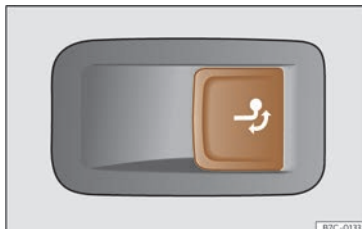

Fig. 188 A la part dreta del maleter: tecla per desbloquejar el ganxo de remolc.
- Estireu la tecla »» » **fig. 188** breument. El ganxo de remolc es desbloqueja elèctricament i es gira automàticament cap a fora. L'indicador de control de la tecla fa pampallugues.
- Estireu la tecla »» » **fig. 188** breument. El ganxo de remolc es desbloqueja elèctricament.
- Si l'indicador de control de la tecla »» » **fig. 188** → fa pampallugues, significa que el ganxo de remolc encara no s'ha encastat correctament o que està malmès »» » ⚠.
- Si l'indicador de control »» » **fig. 188** → roman encès amb la porta posterior oberta, el ganxo de remolc està correctament encastat tant quan està extret com quan està escamotejat.
- No premeu mai la tecla >>> fig. 188 quan hi hagi un remolc enganxat o hi vagi muntat un portaequipatges o altres accessoris sobre el ganxo de remolc.